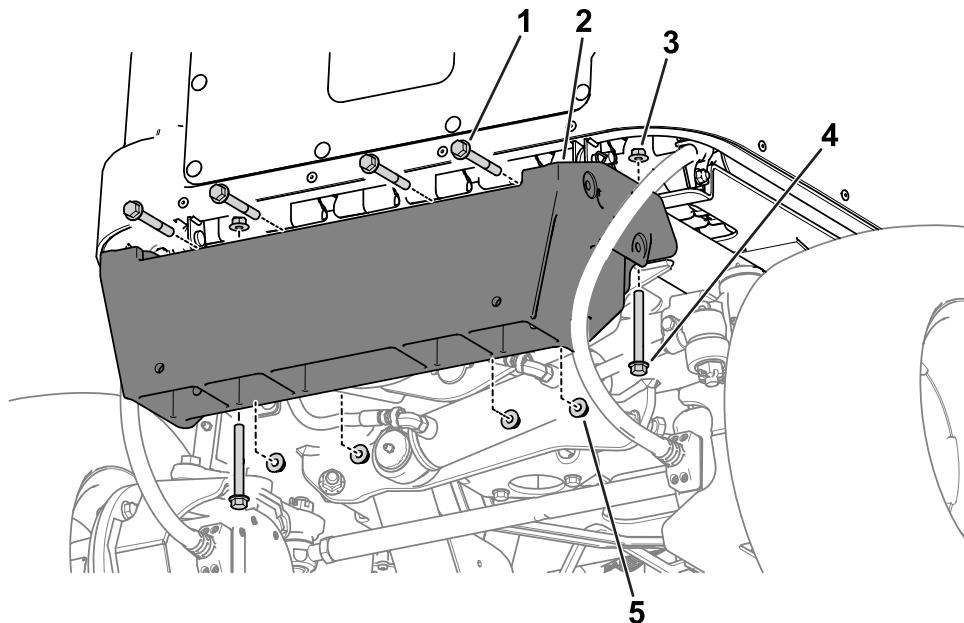

Figure 12
3. Fixez légèrement la partie supérieure du pare-chocs au cadre de la machine à l'aide de 4 boulons (3/8" x 3") et 4 écrous (3/8"), comme montré à la Figure 12.
4. Fixez légèrement le pare-chocs sous le cadre de la machine à l'aide de 2 boulons ($\frac{3}{8}$ " x 3 $\frac{1}{4}$ ") et 2 écrous ($\frac{3}{8}"), comme montré à la Figure 12.$